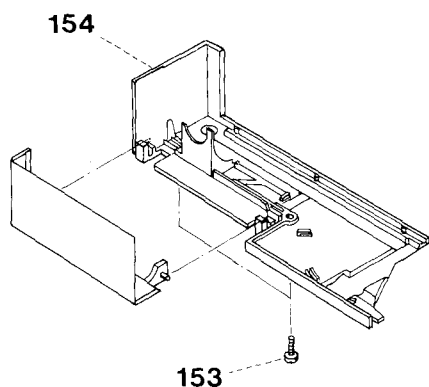

Fig. 49a
- Die zwei Schrauben 153 des Freiarmdeckels herausdrehen (Abb. 49a).
- Take out the two screws 153 of the free arm cover (Fig. 49a).
- Retirer les deux vis 153 du couvercle du bras libre (fig. 49a).